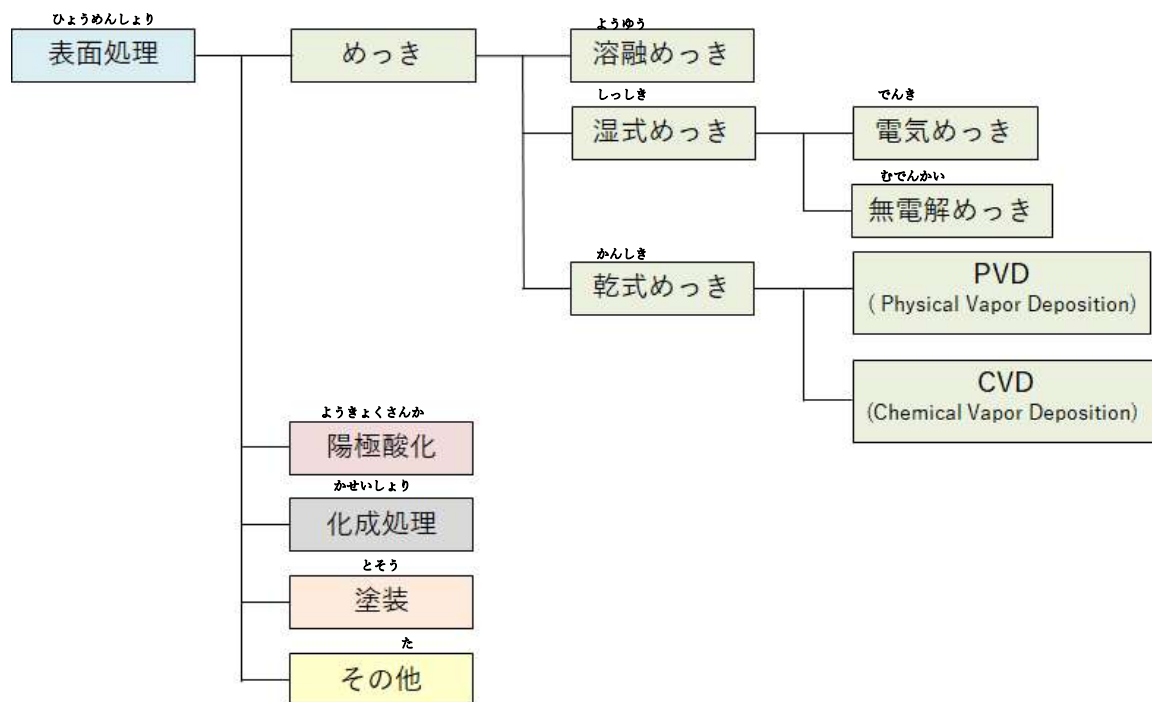

図10-1 表面処理の分類
(3) 耐摩耗性の向上（表面を硬くする、キズがつきにくくする）
(4) その他の目的
- 表面処理には図10-1に示す方法があります。